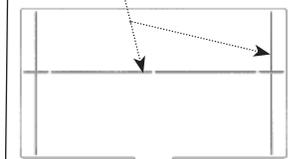

Fig. 9
- If additional space is required for devices greater than 1.7"(43 mm) in depth but not exceeding 2.9"(73 mm) depth attach (6) standoffs (b1) to mounting bracket (f). Depths measured from device mounting surfaces.
- Insert divider (b) between power side and data side. For 50/50 (Fig. 6) combinations insert divider tab into slot (c), Fig. 8. For 60/40 combinations (Fig. 7), break off ends of the divider along scores (See Fig. 9) and insert into slot (d), Fig. 8. For shallow depth applications break off top edge of divider plate.
- S'il faut plus d'espace pour les dispositifs de plus de 43 mm, mais n'excédant pas 73 mm de profondeur, fixer (6) éléments (b1) au support de montage (f). Calculer la profondeur à partir de la surface de montage du dispositif.
- Insérer le séparateur (b) entre les compartiments d'énergie et de données. Pour une répartition 50/50 (Fig. 6), insérer le séparateur dans la fente (c), Fig. 8. Pour une répartition 60/40 (Fig. 7), casser les extrémités du séparateur le long des marques (consulter la Fig. 9) puis insérer dans la fente (d), Fig. 8.